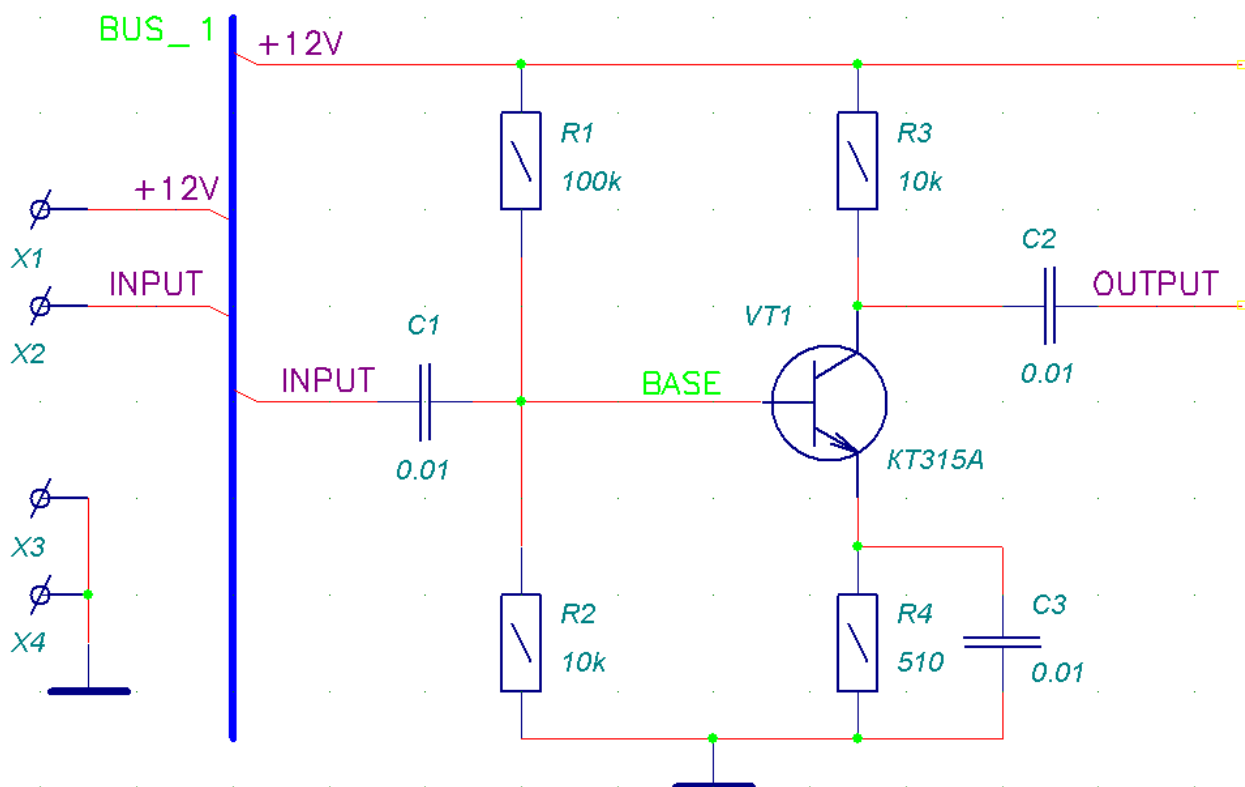

Рис. 6-5. Схема первого каскада усилителя
Схема первого каскада транзисторного усилителя, размещаемая на первом листе проекта показана на рис. 6-5.
- 3) Разместите на чертеже три конденсатора как показано на рис. 6-5.